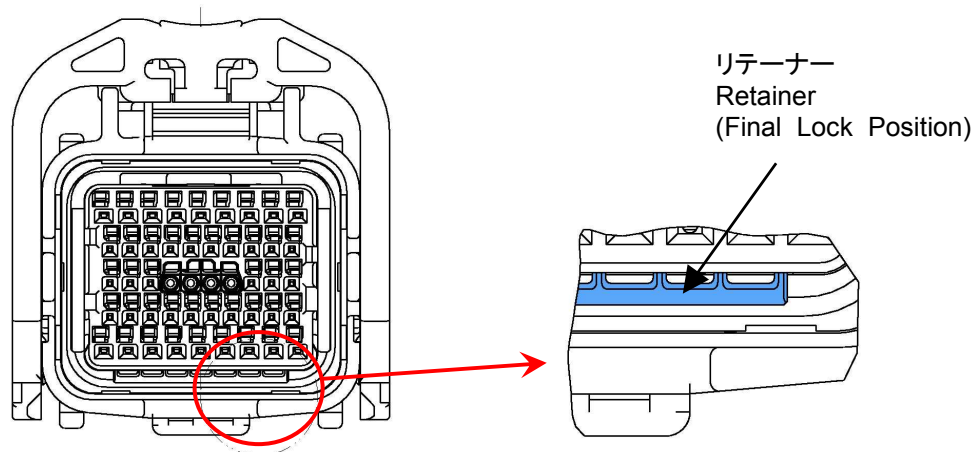

Fig.10
- (2) リテーナーが押し込めない場合は、無理に押し込まず、メス端子の挿入不足がないか再度確認し、完全に挿入して下さい (Fig.10 参照)。挿入不足のメス端子がある場合、リテーナーを押し込むことができません。
When Retainers can not be inserted, do not operate with force and must find half insertion contact. (Refer Fig.10) The half insertion contact prevents the retainers from inserting.
In case of Female Contact insertion or extraction, Retainer is extracted to Pre-Lock condition (see Fig.10). It is impossible to insert or extract the contacts with Retainer final lock condition.
- (1) リテーナーが仮係止状態になっていることを確認します。万一、本係止状態になっている場合は、仮係止状態にしてください(参照 Fig.10)。本係止状態では端子の引き抜きはできません。
Confirm Retainers are in Pre-Lock condition. In case of Final Lock condition, it is necessary to move it to Pre-Lock condition (see Fig.10) . It is impossible to extract the contacts under Final Lock condition.